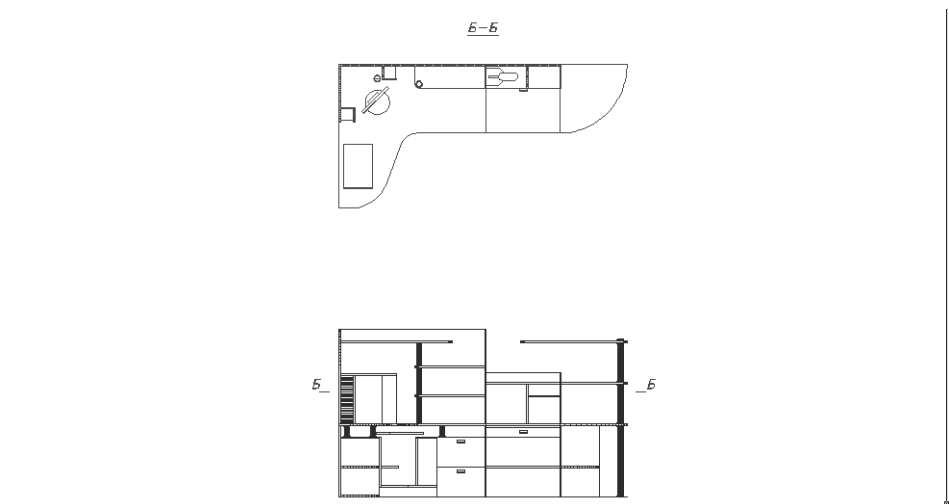

Рис. 10.17 ▼ Разрез **Б–Б** обозначен, за исключением стрелок на главном виде
12. Завершите создание обозначения разреза **B–B**, оформив штрихи линии сечения, как вы это делали для штрихов линии сечения разреза **A–A**. После завершения всех операций чертеж должен выглядеть так, как показано на рис. 10.17.